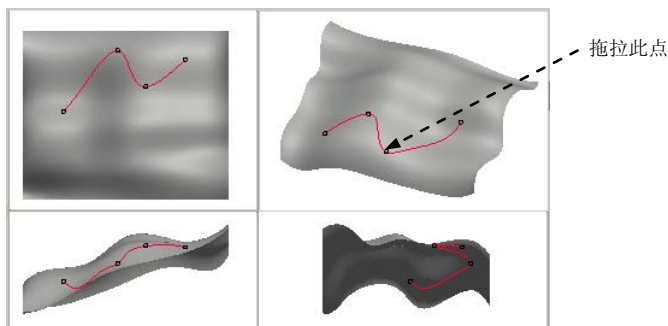

图 8.2.18 在四个视图状态拖拉点
Step10. 拖移“COS”ISDX 曲线上的点。单击 **样式** 功能选项卡 **曲线** 区域中的“曲线编辑”按钮 。然后选中前面创建的“COS”ISDX 曲线;在图 8.2.18 所示的“右上”视图中选取曲线上的一点进行拖移,此时将发现,无论怎样拖移该点,该点在“左下”和“右下”视图中的对应投影点始终不能离开所选的曲面,尝试其他的点,也都如此。由此可见,COS 曲线上的点始终贴在所选的曲面上,不仅如此,整条 COS 曲线也始终贴在所选的曲面上。